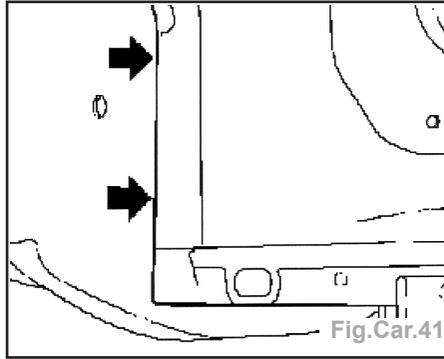

Fig.Car.41
- Déposer par perçage (Fig.Car.41).